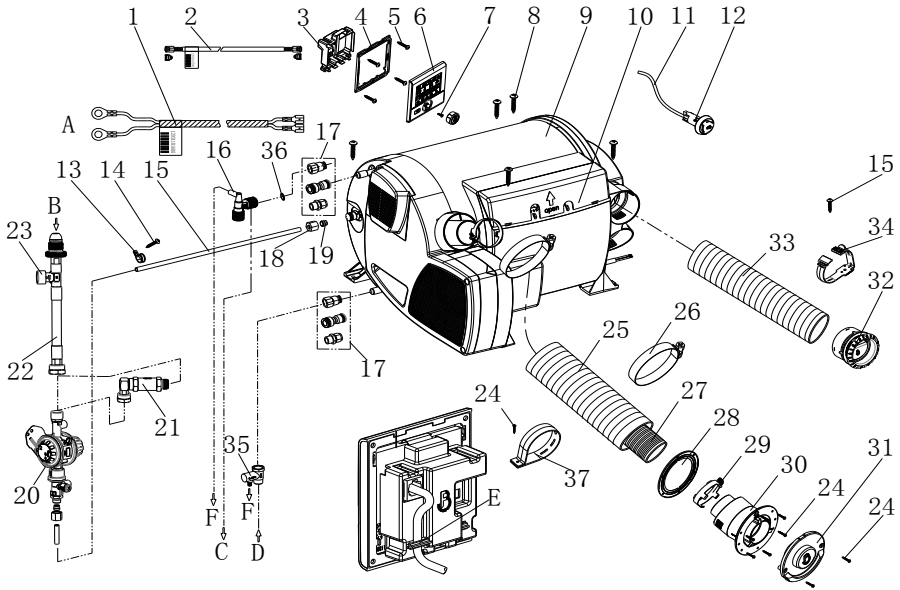

图 3
加热器安装示意图图 3。
- ★暖风管道的横截面不得由于管道连接或类似物而减少。也就是说暖风管道出口（图 3_32）打开数量不少于四个，确保有四个以上暖空气出口处于打开状态。